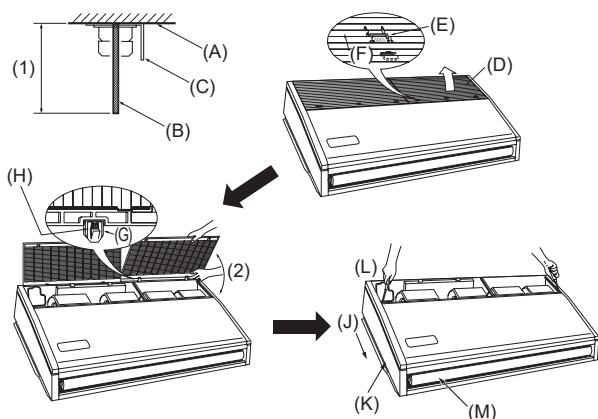

Abb. 3-4
- (D) Einsätze von je 100 kg bis 150 kg verwenden.
- (E) Aufhängebolzen W3/8 oder M10 verwenden.
3.2.4. Vorbereitung der Innenanlage (Abb. 3-4)